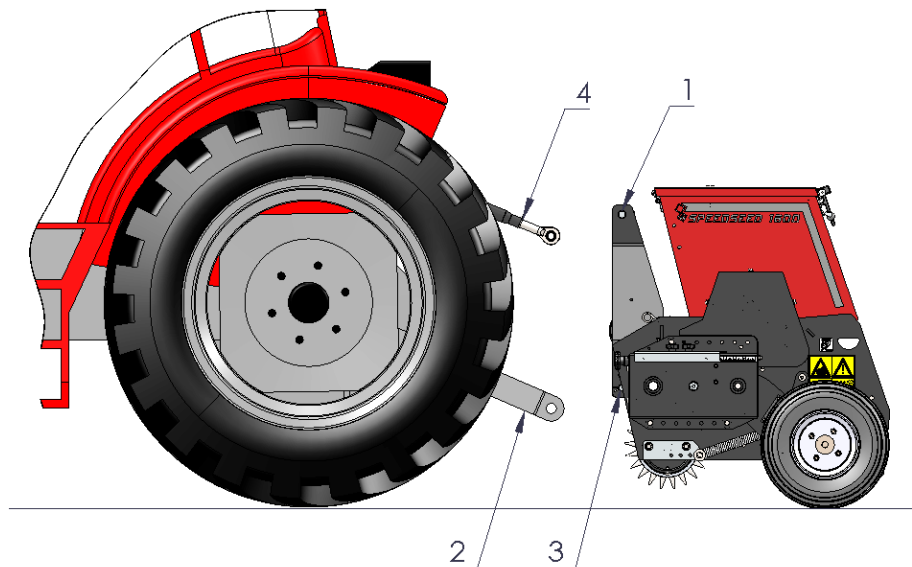

Figure 2
1. Retirez la broche 3 points supérieure **(1)** de la machine (voir **figure 2**).
La machine doit être dételée comme suit (voir **figure 2**) :